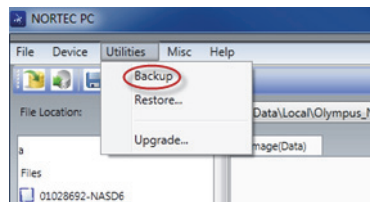

図 6-29 バックアップコマンド
3. NORTEC PC ソフトウェアの **Utilities** (ユーティリティ) メニューで、**Backup** (バックアップ) を選択します (335 ページの図 6-29 を参照)。